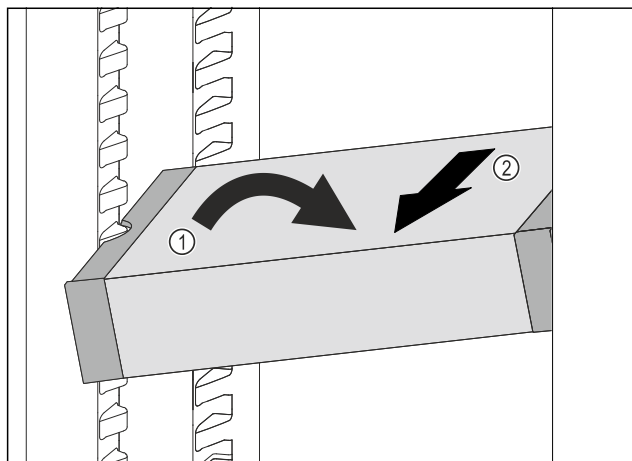

Fig. 111
- 在冷藏区中倾斜 VarioSafe。Fig. 111 (1)
- 向前取出 VarioSafe。Fig. 111 (2)